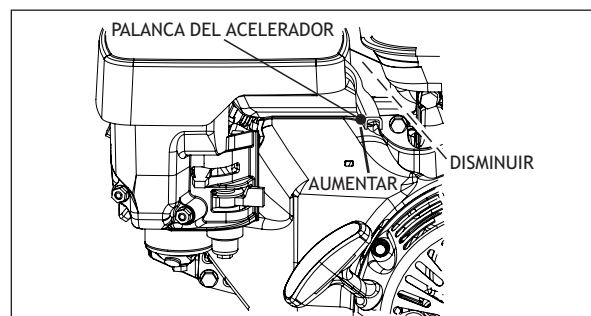

Fig 4. Palanca del acelerador
3. Mueva la palanca de acelerador (Fig 4) lejos de la posición de disminuir, cerca del 1/3 de trayectoria de la posición de aumentar.